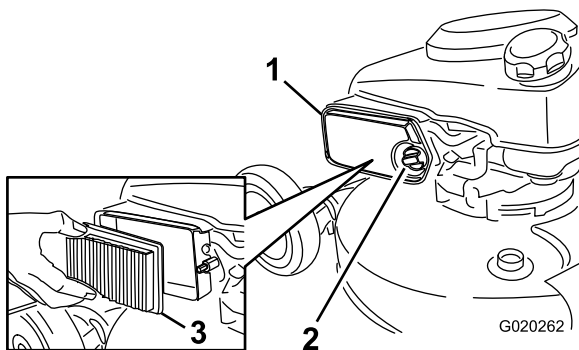

Figure 36
1. Dévissez le bouton et ouvrez le couvercle (Figure 36).
2. Remplacez l'élément du filtre à air (Figure 36).